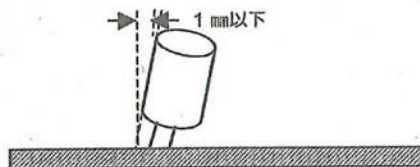

図12 基板の取り付け
- ④炭素皮膜抵抗器以外の部品は基板に対して垂直に取り付けること。各部品の曲がりの範囲は図12のとおりとする。